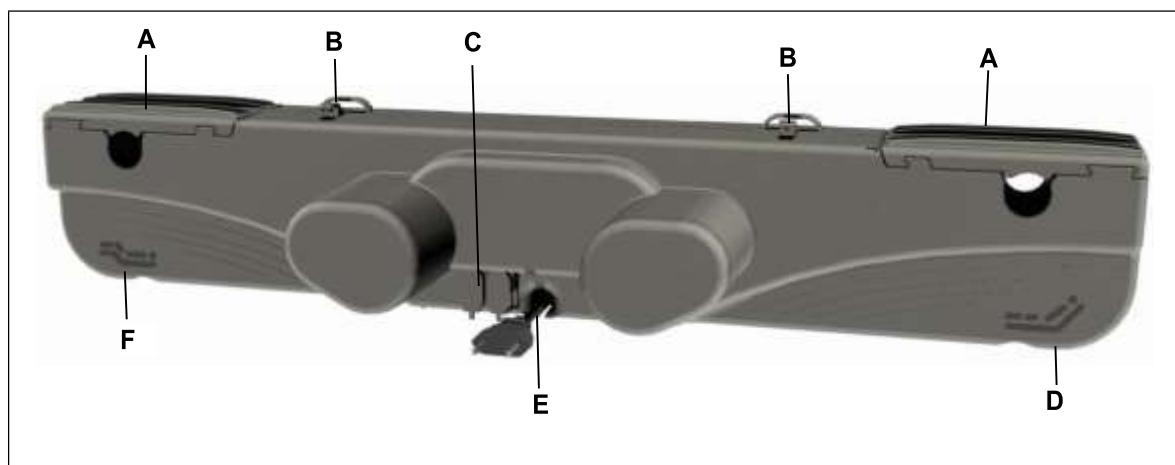

Figura 4 Componentes principais da unidade dupla OKIMAT 6 (variante com cabo de alimentação integrado)
- 2** Puxe firmemente as persianas para o lado (A). As ranhuras (B) para os suportes (D) estão descobertas.
- 3** Posicione o OKIMAT 6 e o OKIMAT 6B junto do seu produto. As ranhuras para as laterais da cabeça e dos pés devem estar devidamente alinhadas com os suportes corretos no seu produto (consulte os símbolos no OKIMAT 6 e no OKIMAT 6B, conforme descrito na Figura 4).
- 4** Empurre a unidade para dentro de modo a que os suportes (D) encaixem nas ranhuras (B).
- 5** Feche as persianas (A) da unidade encaixando-as novamente. O OKIMAT 6 e o OKIMAT 6B estão agora fixados de forma segura ao produto final.